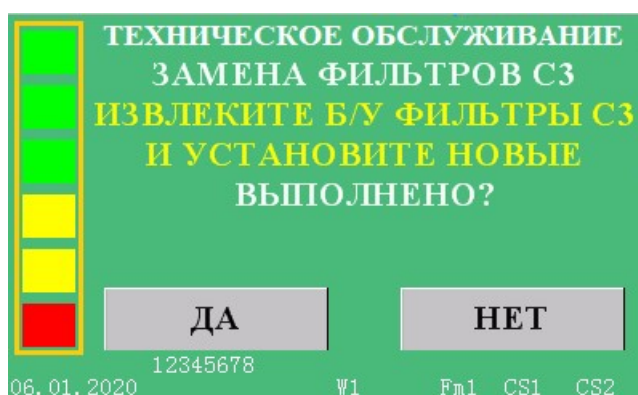
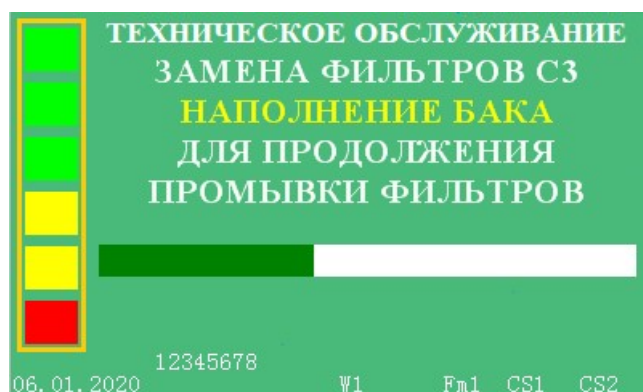
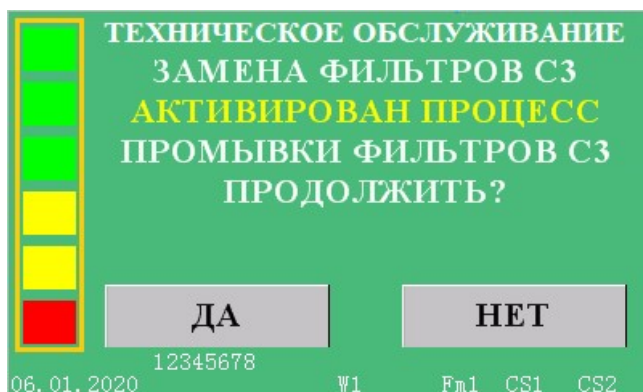
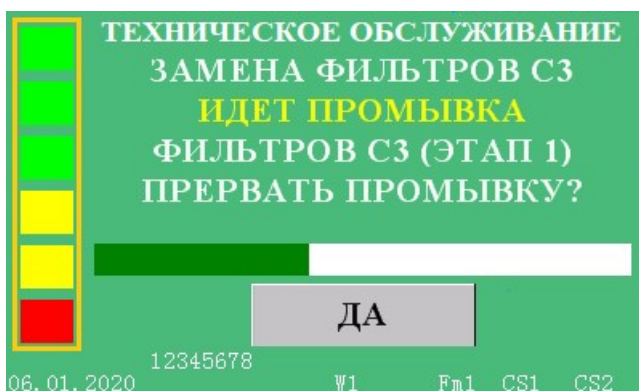

Рис.5
Рис.6
Рис.7
Рис.9
2.3. После успешного выполнения подготовительных операций будет выдано сообщение с предложением извлечь старые фильтры С3 и установить новые (рис.5). На этом этапе необходимо внимательно осмотреть аппарат и убедиться в отсутствии протечек. Если необходимо, нажатием кнопки «НЕТ» можно прервать операцию замены фильтров С3 и аппарат перейдет к процессу корректного выхода из режима технического обслуживания.
2.4. Если в процессе подготовки к замене фильтров обнаружится, что в баке недостаточно воды, то вместо сообщения, приведенного на рис. 5, на мониторе появится сообщение, согласно рис. 6. В этом случае необходимо подождать завершения процесса наполнения бака и последующего продолжения процесса промывки фильтров С3.
2.5. После выполнения всех предложенных на рис.5 операций и нажатия кнопки «ДА» появится сообщение об активации процесса промывки фильтров С3 (рис. 7).
2.6. Процесс промывки фильтров С3 отображается на экране монитора согласно (рис. 9). На этом этапе через фильтры должна быть пролита чистая вода в количестве около 11 литров.
Промывка фильтров будет продолжаться или до нажатия кнопки «ДА» (рис.9) или до снижения уровня чистой воды в баке до значения, соответствующего одному сектору индикатора уровня. В этом случае будет выдано сообщение о переходе в режим наполнения бака (рис.6) и выключен циркуляционный насос Р2. Кнопка «ДА» может быть использована для остановки промывки в случае обнаружения протечки.